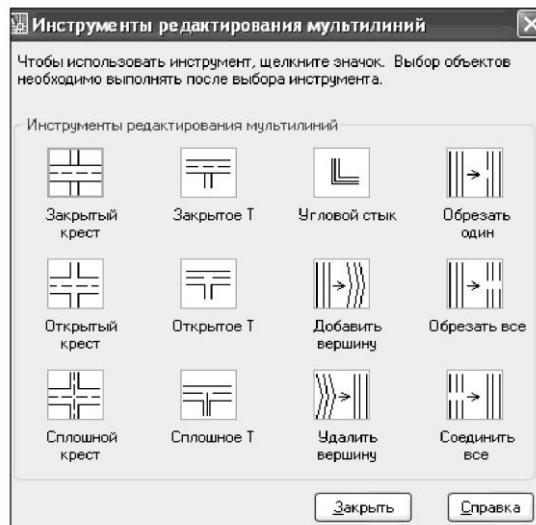

Рисунок 24. Диалоговое окно «Инструменты редактирования мультилиний»
- 2 В диалоговом окне «Инструменты редактирования мультилиний» (рис. 24), выбрать нужное пересечение.